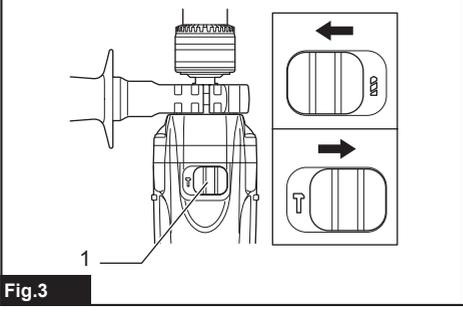

Fig.3
► **Fig. 3:** 1. Leva di modifica della modalità operativa